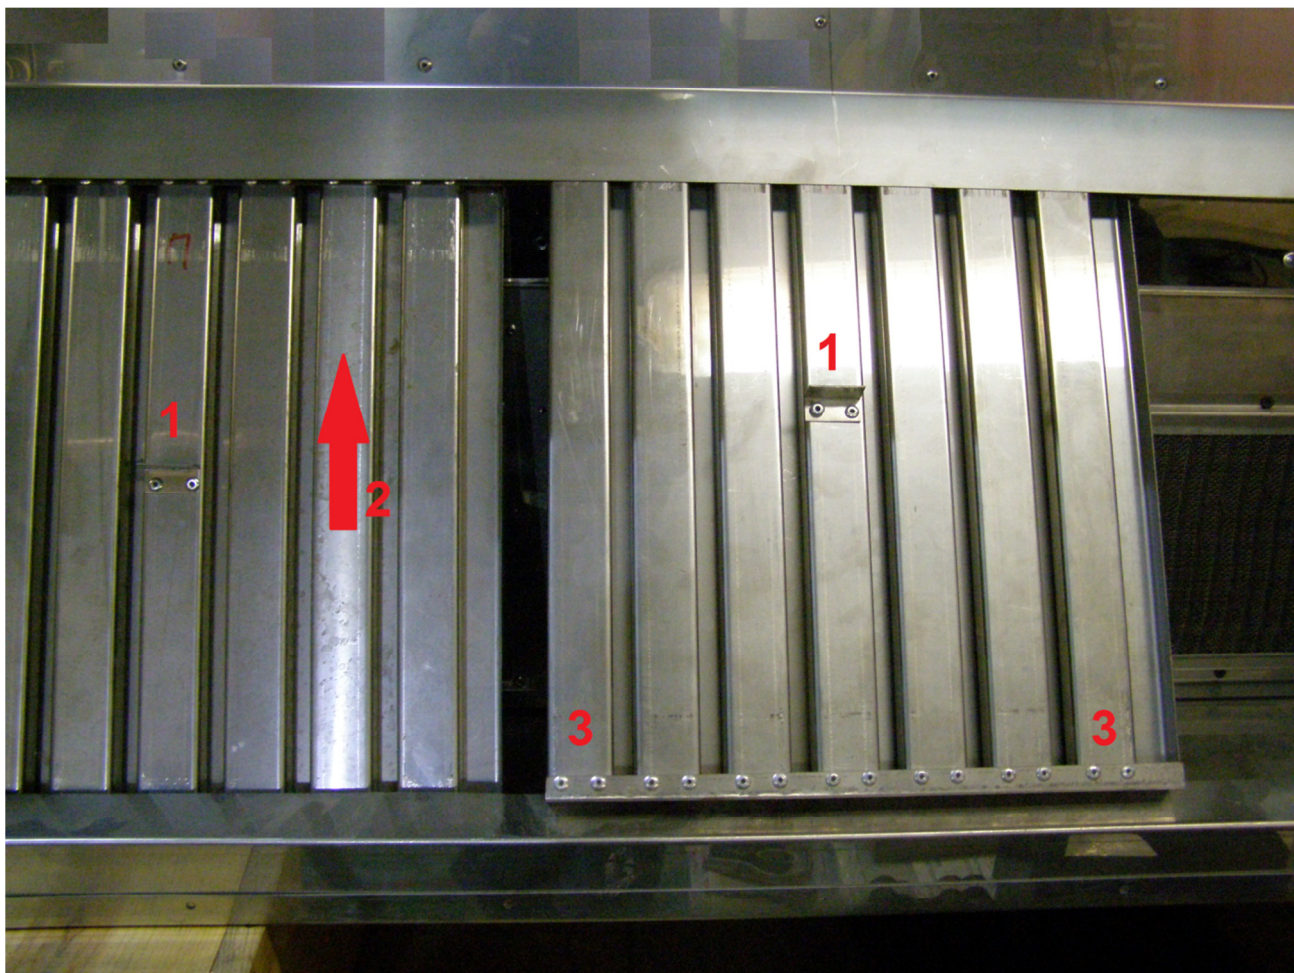

Рис. 4. Извлечение искрогасителей.
- a. Извлечь искрогасители. Для этого необходимо передвинуть Искрогаситель за ручку (Рис. 4, поз. 1) вверх (Рис. 4, поз. 2) и потянуть нижний край на себя (Рис. 4, поз. 3);